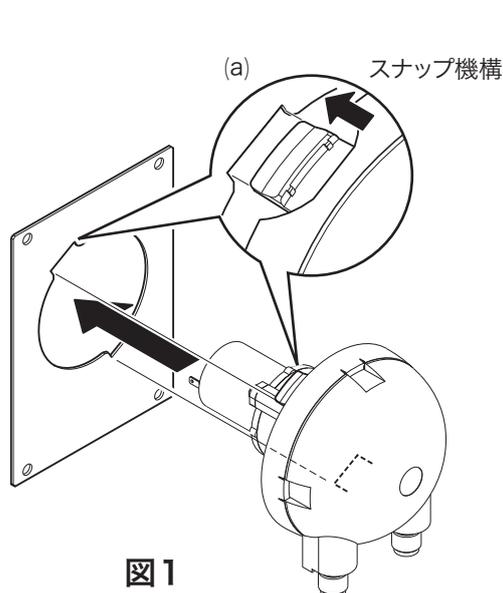
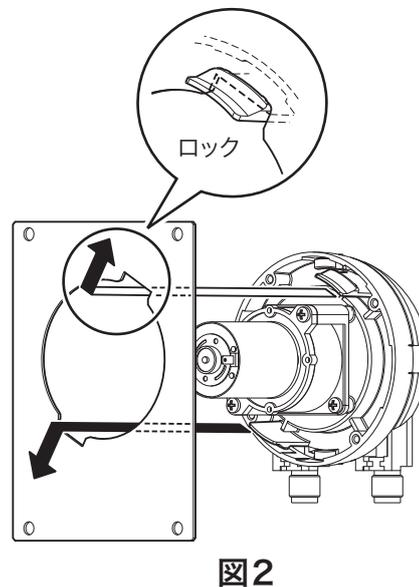

図1
図2
- スナップ機構部を図1の(a)の位置に合わせ、図2の様に「カチッ」と音がするまで押し込みます。入りにくい場合はスナップ機構部を内側に倒して押し込みます。無理に押し込まないでください。又、必ず最後までロックされている事を確認してください。
- 2) ロータ部を多少手前に浮かせ、チューブを図2の様にはめ込みます。